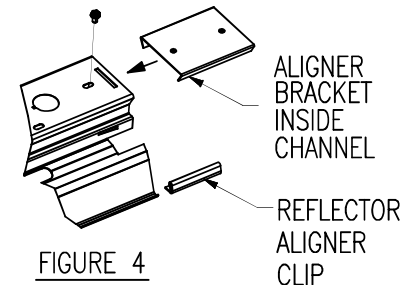

FIGURE 4
- 5) REMOVE END CAP, FROM ONE END OF CHANNEL, AND INSTALL ALIGNER BRACKET (5F-IJ ORDER SEPERATELY) AS SHOWN IN FIGURE 4. DO NOT TIGHTEN SCREW COMPLETELY.
- 8) INSTALL REFLECTOR ALIGNER CLIPS TO LOWER FLANGES OF REFLECTOR AS SHOWN IN FIGURE 4. PUSH REFLECTOR ALIGNER CLIP COMPLETELY ONTO REFLECTOR.